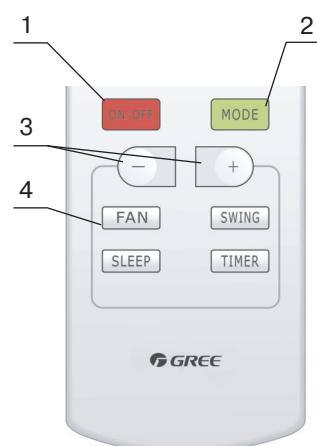

Рис. 5.4
5.4 ПОРЯДОК УПРАВЛЕНИЯ (РИС. 5.4)